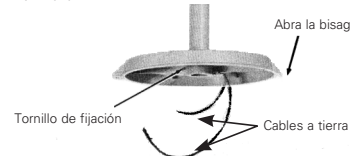

FIGURA 1
2. Montaje colgante, en cono, en soporte: enrosque firmemente en el conducto NPT de tamaño adecuado. Apriete los tornillos de fijación que se ubican en el conector del conducto. Consulte la Figura 1.